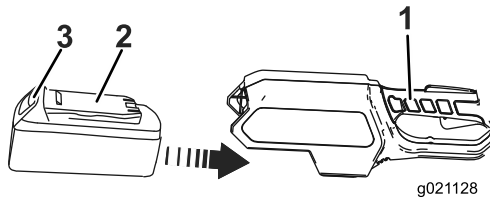

Figure 4
1. Alignez la languette de la batterie sur le creux dans le corps de la poignée (Figure 4).
2. Saisissez la poignée d'actionnement (Figure 4).